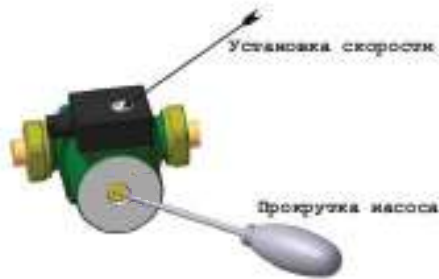

Рис. 24
8.4 В начале отопительного сезона перед запуском прибора необходимо проверить, не заблокирован ли вал циркуляционного насоса отложениями или накипью. Для этого снимите лицевую панель (1) рис. 1, предварительно отсоединив блок управления (3), в соответствии с п. 4.3, затем отвинтите защитный колпачок и поверните вал двигателя с помощью отвертки по стрелке (рис.24). Установите защитный колпачок на место. Первый пуск насоса проведите на максимальной скорости. Работа может быть выполнена без привлечения специалиста сервисного центра.